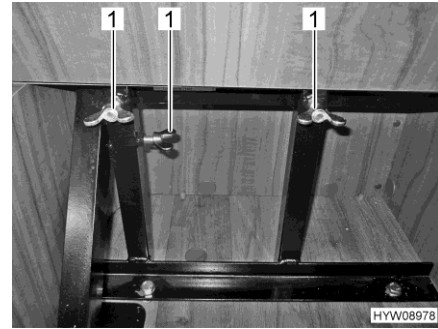

Fig. 17 Bloquer le siège emboîtable avec des écrous à oreilles
- Bloquer le siège emboîtable avec des écrous à oreilles (Fig. 17,1).